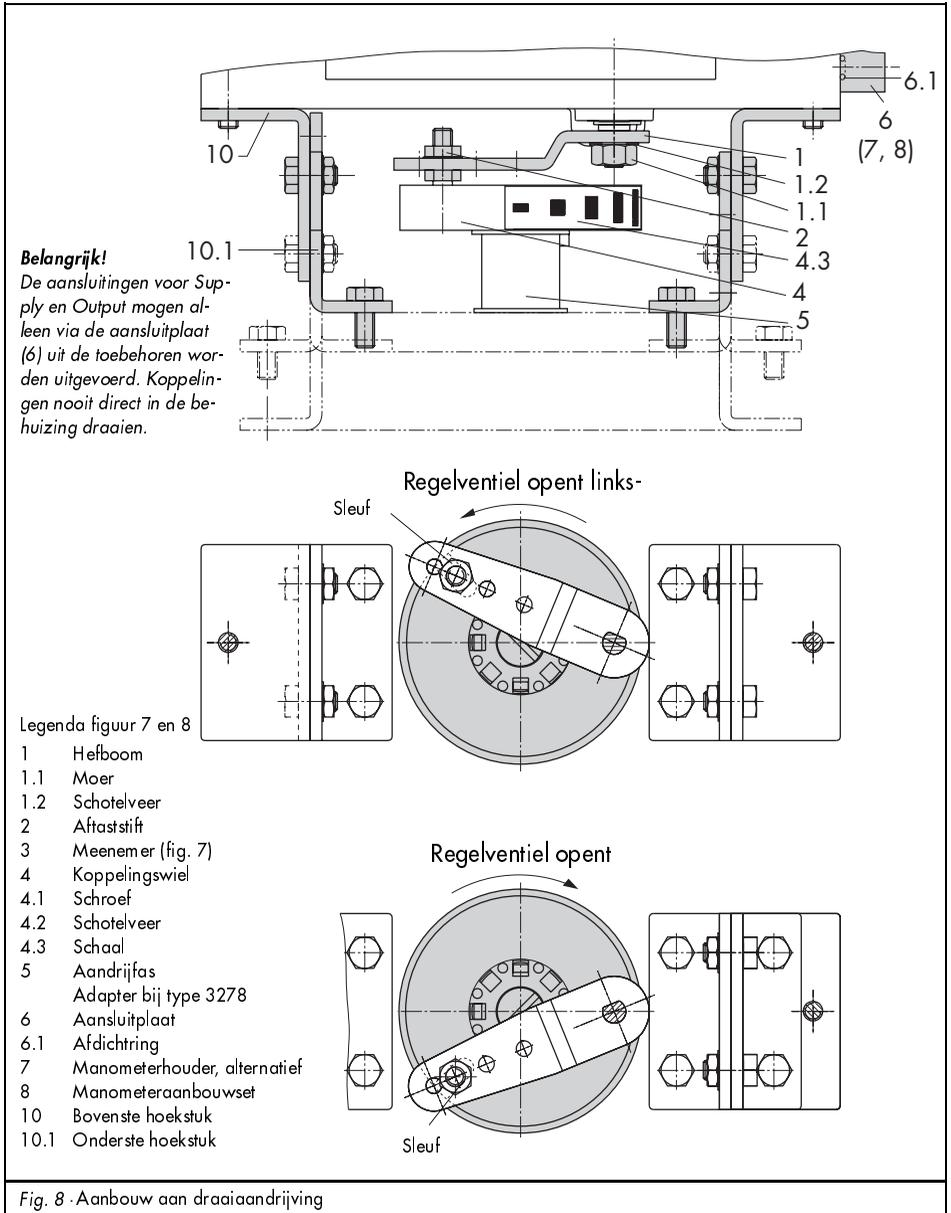

Fig. 8 · Aanbouw aan draaiaandrijving
5. Aansluitplaat (6) resp. manometerhouder (7) met manometers op klepstandsteller monteren; let op de juiste positionering van de beide afdichtingsringen (6.1). Bij dubbelwerkende veerloze draaiaandrijvingen is een omkeerversterker voor de aanbouw op de aandrijving nodig, zie daarvoor par. 2.5.
6. Op de hefboom M (1) van de klepstandsteller de standaard aftaststift (2) uitschroeven. De blanke aftaststift ($\varnothing 5$) uit de aanbouwset nemen en in het gat voor stiftpositie 90° vastschroeven.
7. Klepstandsteller op bovenste hoekstuk (10) plaatsen en vastschroeven. Daarbij de hefboom (1) zodanig uitrichten, dat deze rekening houdend met de draairichting van de aandrijving met de aftaststift in de sleuf van het koppingswiel (4) grijpt (fig. 8). In ieder geval moet worden gewaarborgd, dat bij de halve draaihoek van de draaiaandrijving de hefboom (1) parallel met de langszijde van de klepstandsteller staat.